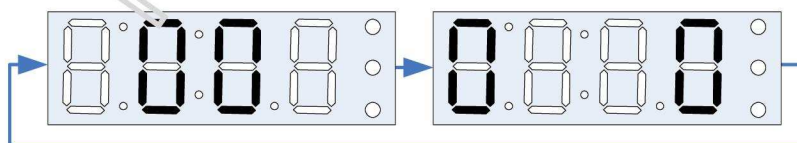

Рис. 14
2.3.8 После успешного прохождения режима «Самоконтроль», на время не менее 10 секунд, формируется звуковой сигнал и показания индикатора соответствуют Рис. 14. Затем сигнализатор переходит в режим «Ожидание СОД», что означает готовность сигнализатора к приёму СОД.